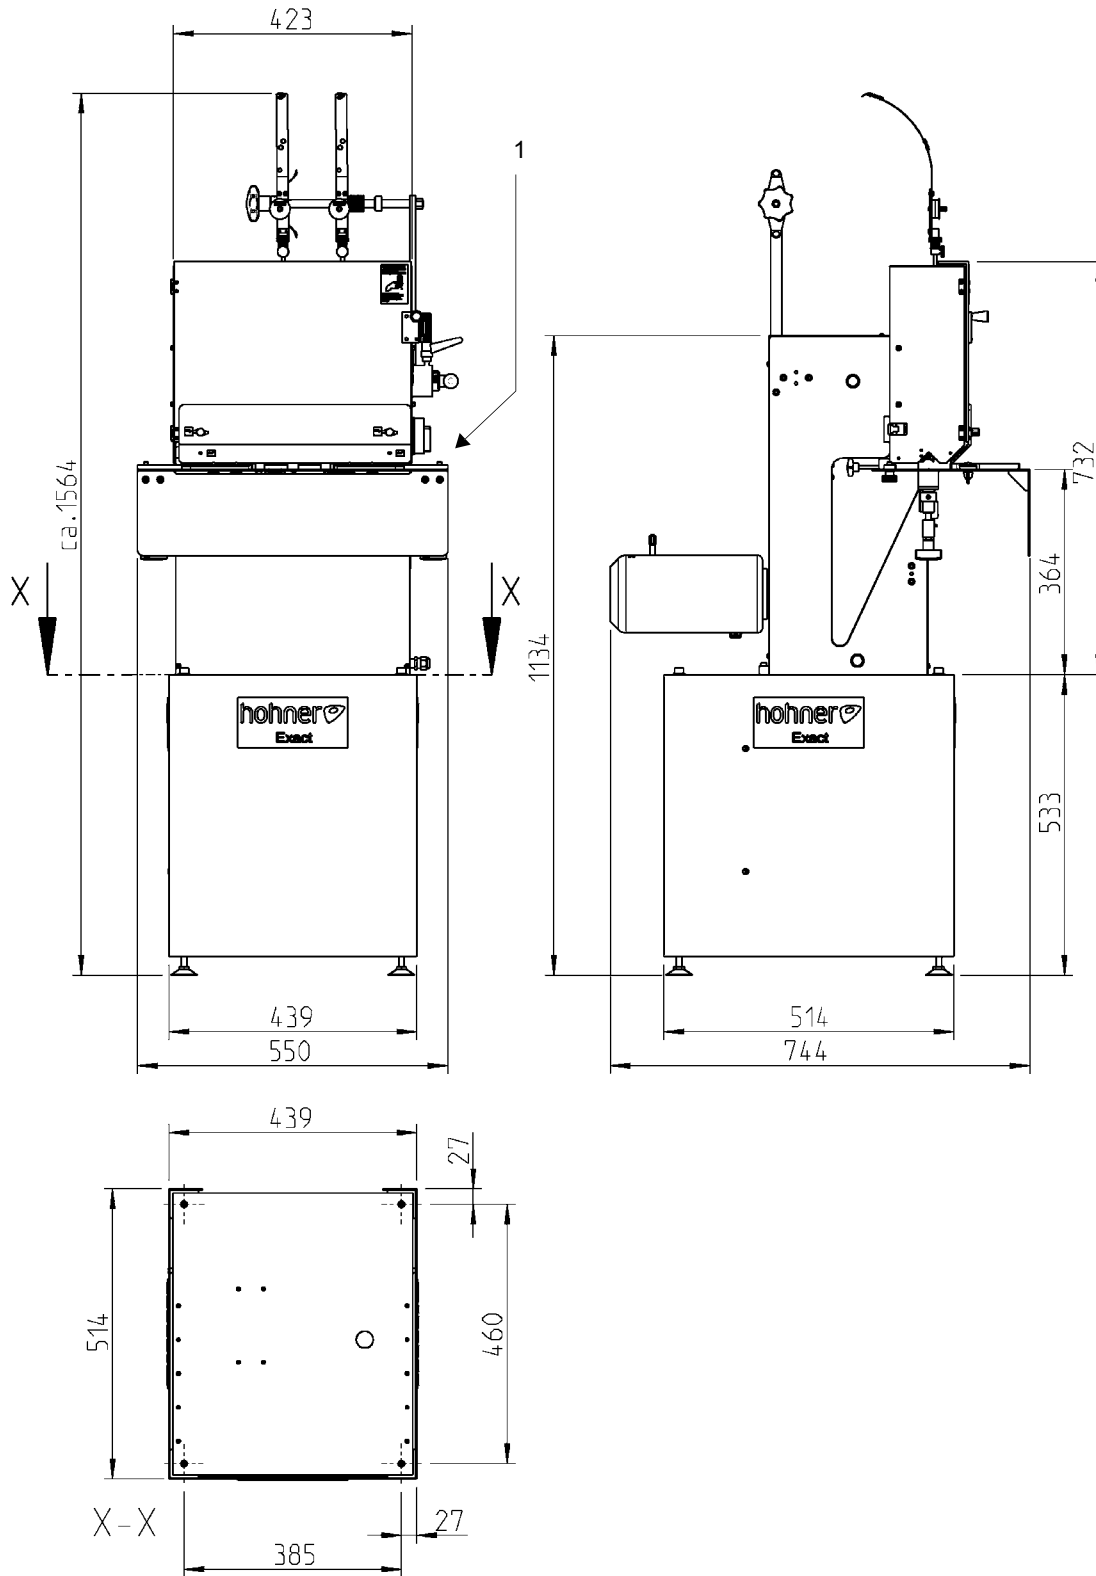

Fig. 2.1
- Fig. 2.1 -
La placa de características y la marca CE se encuentran debajo del interruptor principal, - Fig. 2.1 -, Pos. 1.